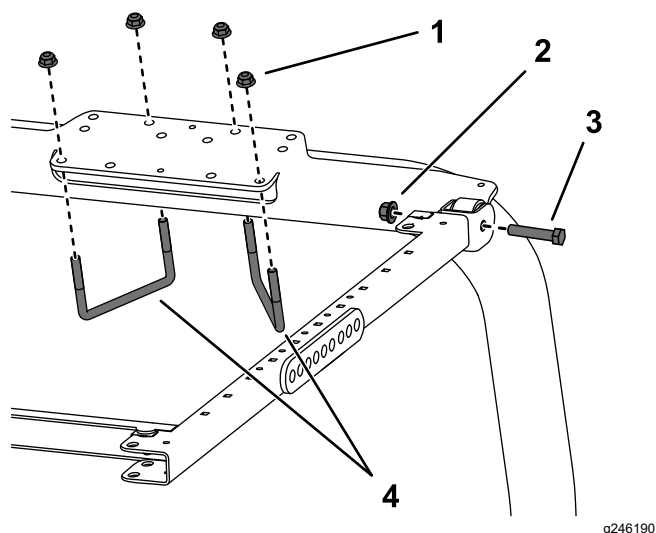

Figura 28
7. Posicione o suporte de montagem do ROPS na parte superior da barra de segurança da unidade de tração (Figura 28). Certifique-se de que a barra de segurança está centrada no suporte de montagem do ROPS.
8. Utilizando os furos de montagem mostrados na Figura 28, prenda cada suporte de montagem do ROPS na parte superior da barra de segurança com duas cavilhas em U (4 1/2 pol. x 2 3/4 pol.) e quatro porcas flangeadas.